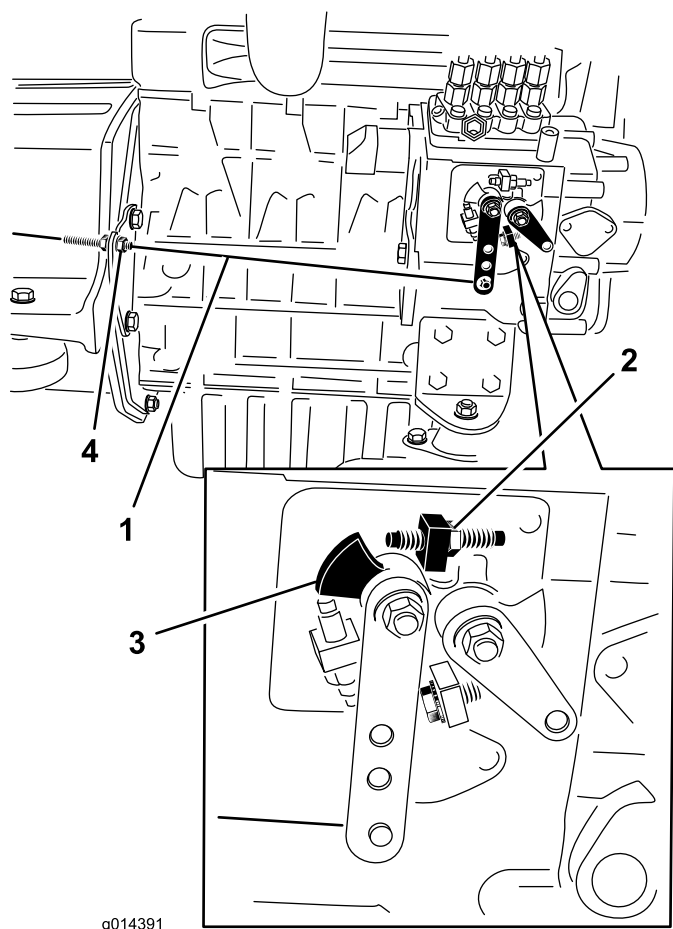

Figura 46
2. Verifique a posição da alavanca de controlo de velocidade na bomba de injeção de combustível do motor. A alavanca de controlo de velocidade deve estar em contacto com o parafuso de alta velocidade quando a alavanca de controlo do acelerador está na posição FAST (detenção) (Figura 46).
3. Se necessário, a posição das porcas de bloqueio do cabo de controlo do acelerador podem ser ajustadas até que a alavanca de controlo da velocidade entre em contacto com o parafuso de alta velocidade quando a alavanca de controlo do acelerador estiver em FAST (detenção) (Figura 46).